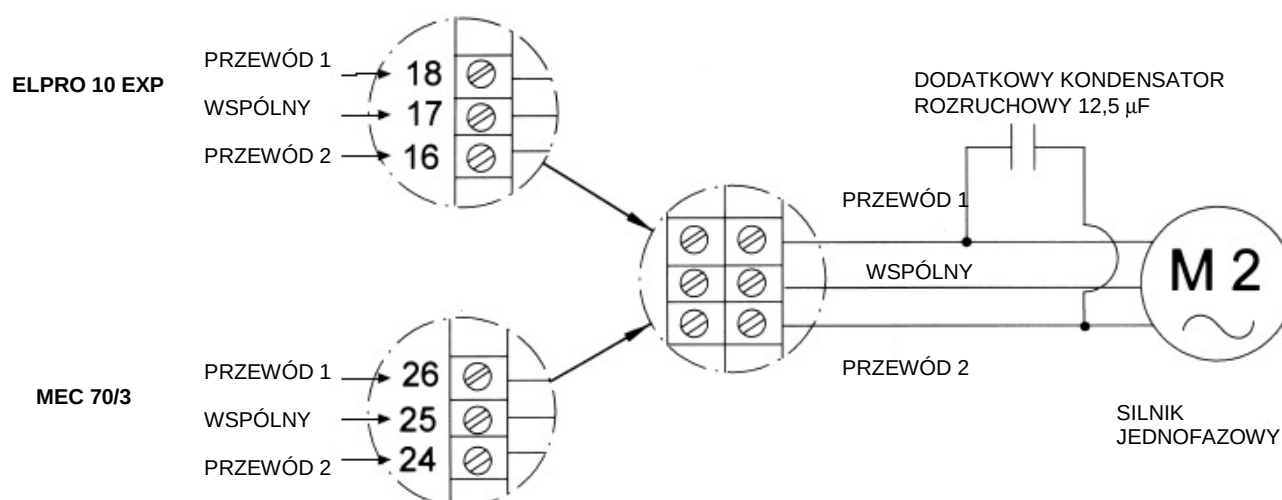

Rys. 9
- Zaleca się dobierać do napędów **trójfazowych**, **urządzenia zabezpieczające** zawierające wyłącznik zasilania obwodu niskiego napięcia. Połączenie **szeregowe z zaciskiem wspólnym wyłącznika krańcowego** (rys. 9). Przełącznik jest aktywny każdorazowo, gdy klucz wysprzęglający jest używany w celu ręcznego sterowania lub w przypadku zdjęcia osłony napędu. Gdy wyłączniki krańcowe będą źle połączone i nie pozwalają na normalny ruch bramy, zamienić należy ich podłączenie. Zamienić przewody miejscami między sobą, wspólny powinien zostać połączony z tym samym zaciskiem.